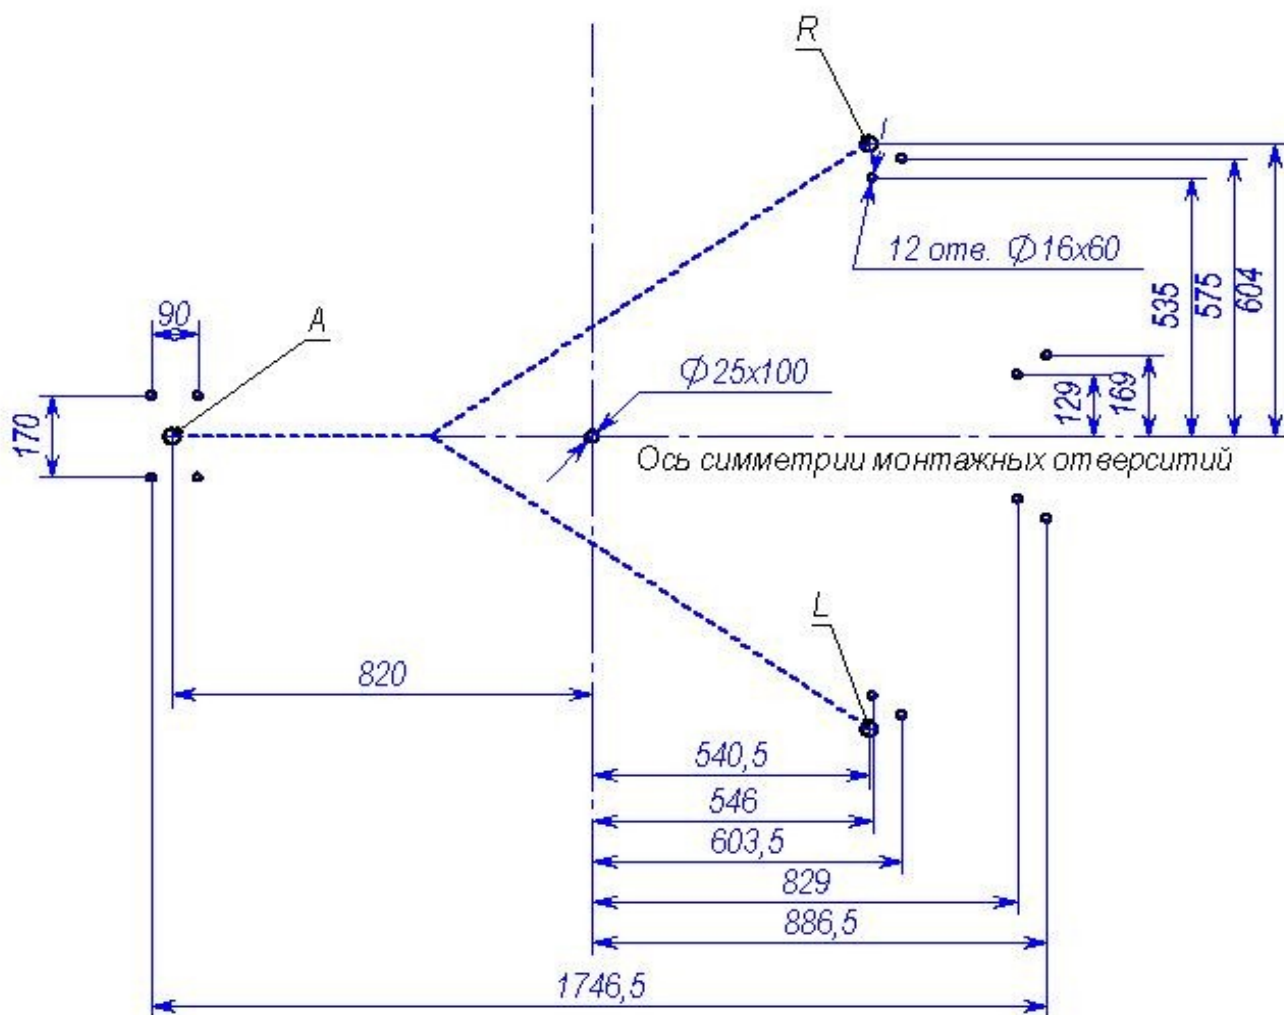

Рисунок 8 – Схема разметки для установки турникета:
- - - - - условное направление прокладки кабельных каналов** для кабелей индикации (10) и (11) и кабелей считывателей (23)* и (24)*.
8.2.6 Установите левую секцию формователя прохода (6) таким образом, чтобы опорная стойка секции с блоком индикации (9) располагалась над зоной *L* (рисунок 8). Совместите четыре отверстия во фланцах (8) секции с отверстиями в установочной поверхности. Закрепите секцию с помощью анкерных болтов, при этом усилие затяжки болтов должно быть предварительным, обеспечивающим возможность регулировки отклонения секции от вертикали. Подведите кабель индикации (10) и кабель считывателя (23)* по кабельному каналу к зоне *A*.
8.2.7 Установите и закрепите правую секцию формователя прохода (7) таким образом, чтобы опорная стойка секции с блоком индикации располагалась над зоной *R* (рисунок 8). Подведите кабель индикации (11) и кабель считывателя (24)* по кабельному каналу к зоне *A*.
8.2.10 Установите преграждающую стойку фланцем (4) на зону *A*, а нижний узел вращения (5) – на отверстие с анкером $\varnothing 25$ мм (рисунок 8). Совместите четыре отверстия во фланце и одно отверстие в центре нижнего узла вращения с отверстиями в установочной поверхности. Закрепите преграждающую стойку с помощью анкерных болтов, при этом усилие затяжки болтов должно быть предварительным, обеспечивающим возможность регулировки её отклонения от вертикали. Проложите в соответствующих кабельных каналах кабели (17), (18), (21), (23)* и (24)* (см. примечание к п. 8.2.3).
8.2.22 Установите собранный ротор (1) (п. 8.2.18) с небольшим наклоном нижним концом в нижний узел вращения (5) в исходное положение, соответствующее выбранному варианту перекрытия створками зоны прохода в исходном состоянии турникета (А или Б, см. п. 5.2.12).
Для обеспечения возможности работы турникета в **бесшлюзовых режимах (вариант А исходного состояния турникета)** перекройте зону прохода **одной** створкой, расположив её параллельно оси симметрии монтажных отверстий (рисунок 8) в направлении к стыку секций (6) и (7) формирователя прохода (рисунки 1 и 12,а).
* Квадратные шайбы и пластина при поставке находятся внутри балки привода (13).